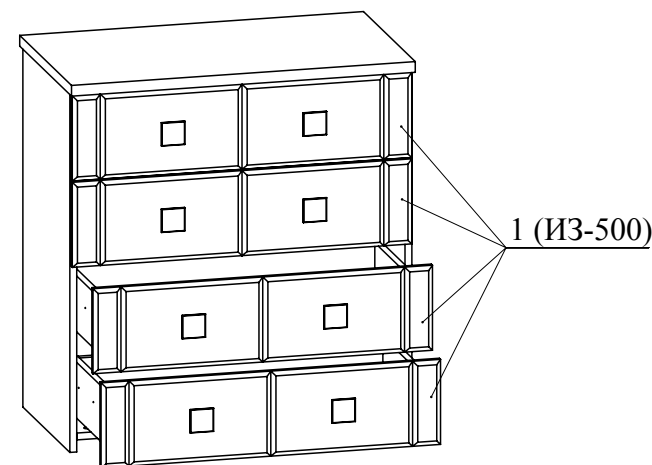

Рис.11
9. Вставьте заглушки минификсов и конфирматов. Установите ящики в корпус (Рис. 11).